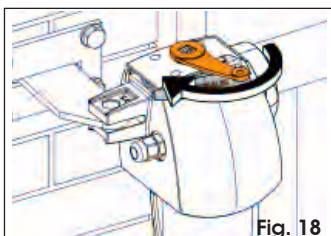

Fig. 18
3. Draai de sleutel in de richting van de pijl (Fig. 18), de ontgrendelingshendel gaat iets open om beter te kunnen worden gegrepen.